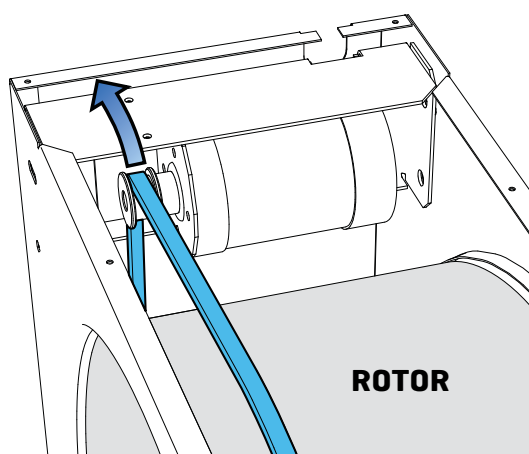

Fig. 3
5. Hekte rotorreima av drivrullen (se Fig. 3).
5. Ta loss rotorremmen från drivrullen (se Fig. 3).
5. Unhook the rotor belt from the drive shaft (see Fig. 3).